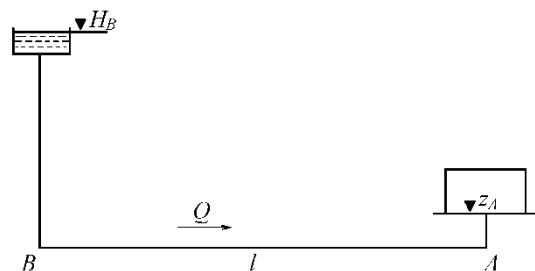

Рис. 2
3. Определить диаметр трубопровода для подачи 15 л/с воды от водонапорной башни  $B$  до предприятия  $A$  (рис. 2) при длине трубопровода  $l = 1000$  м, отметке уровня воды в башне  $H_B = 32$  м, геодезической отметке в конце трубопровода  $z_A = 2$  м и свободном напоре  $H_{св} \geq 12$  м, если трубы:
Перепад уровней в пьезометрах до сужения ( $D_1 = 0,1$  м) и в узкой горловине ( $D_2 = 0,05$  м) в трубе круглого сечения, в которой установлен водомер Вентури, составляет 0,4 м. Ускорение свободного падения принять равным  $10 \text{ м/с}^2$ ,  $\pi = 3,14$ . При входе в узкую горловину водомера, приведенного на рис. 2,
Перепад уровней в пьезометрах до сужения ( $D_1 = 0,1$  м) и в узкой горловине ( $D_2 = 0,05$  м) в трубе круглого сечения, в которой установлен водомер Вентури, составляет 0,4 м. Ускорение свободного падения принять равным  $10 \text{ м/с}^2$ ,  $\pi = 3,14$ . На рис. 2 постепенное расширение называется...